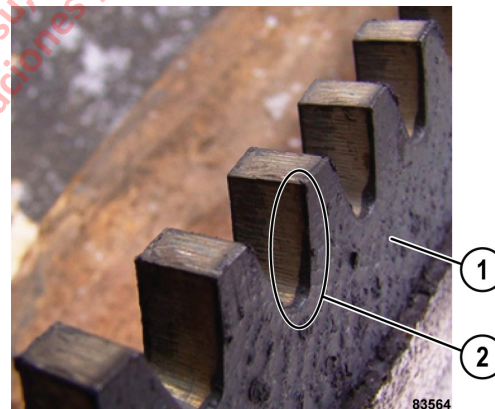

FIGURA 7-4. DIENTES INTERIORES DEL DISCO DE FRICCIÓN
1. Revise los dientes interiores de cada disco de fricción. Deben estar libres de rebabas y de exceso de adhesivo. Consulte la Figura 7-4.